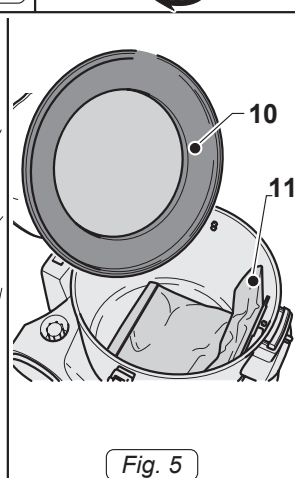

Fig. 5
- Rimuovere il filtro (10 Fig. 5) in poliestere.